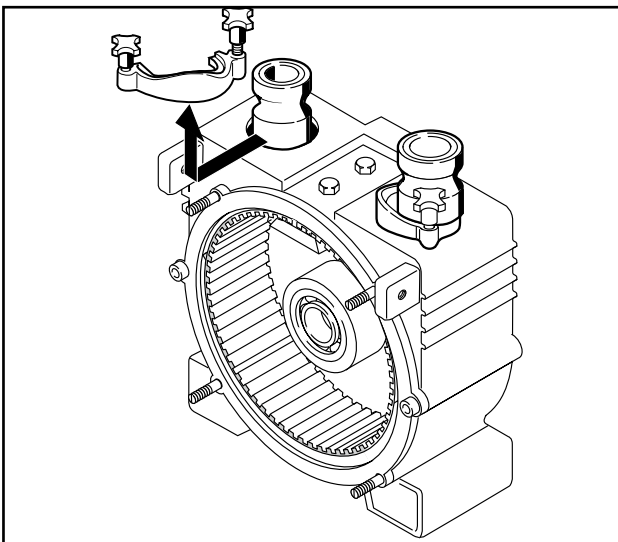

Abb. 11 Demontage Halteklauen
7. Beide Halteklauen für den Förderschlauch lösen und abnehmen (Abb. 11).